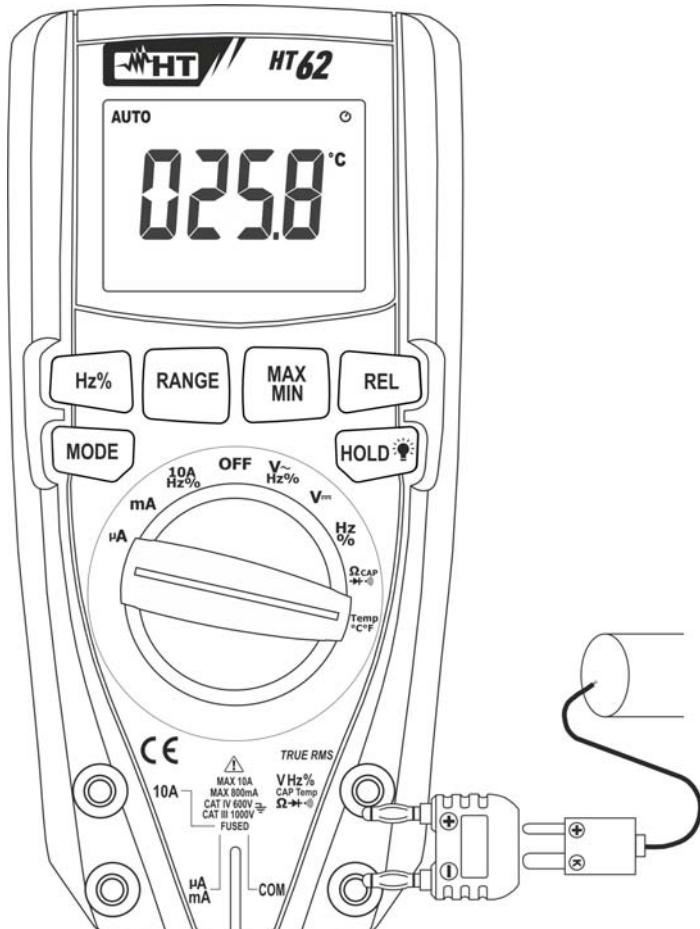

Abb. 8: Verwendung des Gerätes für Temperaturmessung
3. Verbinden Sie den mitgelieferten Adapter in die Eingangsbuchsen **VHz%CAPTemp Ω►+/-** (Polarität +) und **COM** (Polarität -) (siehe Abb. 8).